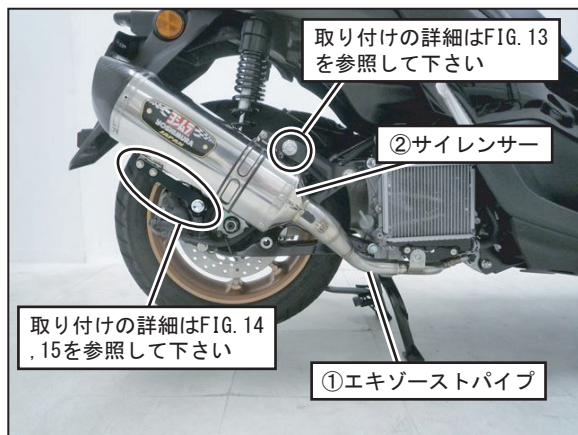

FIG. 12
8. ⑥サイレンサー上側ステーの位置を調整し、車両に純正ボルトと⑪平ワッシャ M10×22 を使用して仮締めして下さい。（FIG. 12, 13 参照）
9. ②サイレンサー下側のブラケットと車両のマフラー取り付け位置に⑰サイレンサー下側ステーを⑱ボタンボルト M6×20、⑨SUSワッシャ M6×13、⑫フランジナット M6 を使用して仮締めして下さい。（FIG. 12, 14, 15 参照）